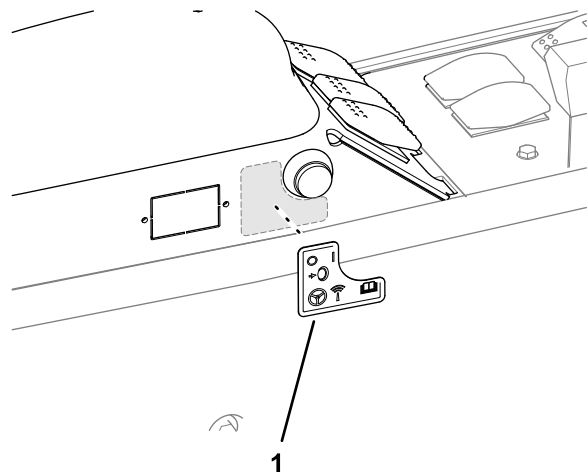

Bild 111
6. Kleben Sie den Aufkleber der AutoSteer-Fernbetätigung an der Armauflage an, wie in Bild 111 dargestellt.